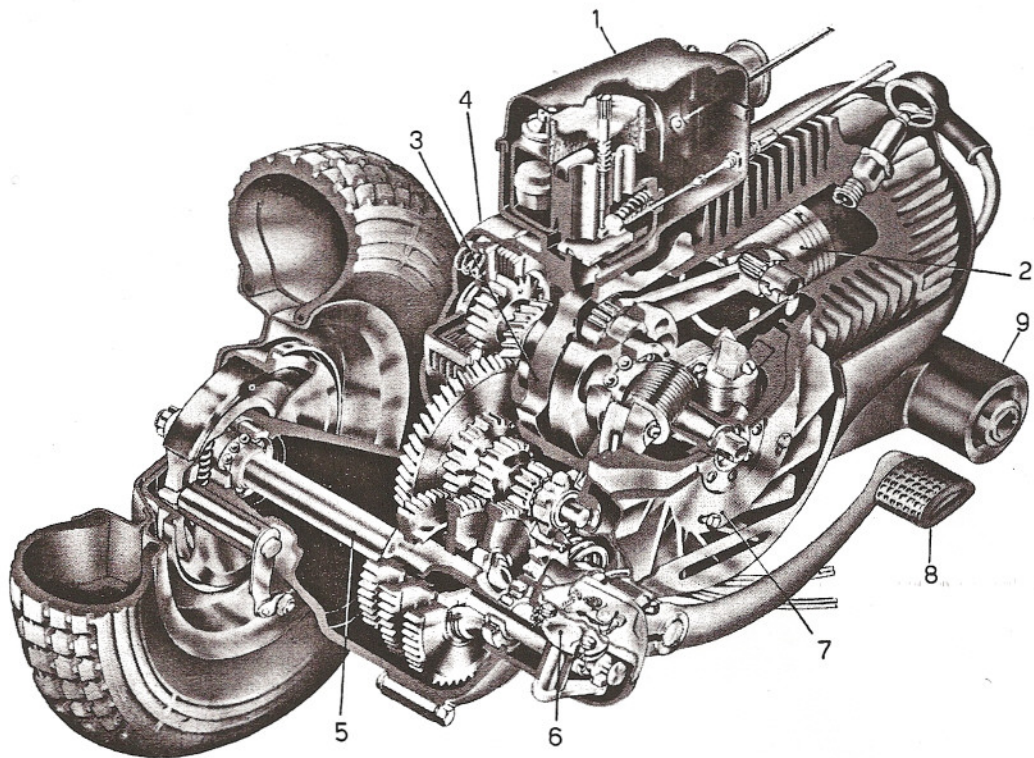

Fig. 3/A - Sezione del motore
**Alimentazione** (ved. fig. 3, pag. 7): a gravità con miscela benzina-olio. Serbatoio di capacità 7,7 lt. e dispositivo di riserva per lt. 1,4 circa.
**Carburatore** (ved. fig. 3, pag. 7): Dell'Orto, tipo SI 20/17, incorporato nella camera del depuratore aria-silenziatore. Il carburatore ha la particolarità di avere un «cassetto» parzializzatore dell'aria carburata e getti a monte di quest'ultimo.
**Registrazione minimo:** è eseguibile senza alcun attrezzo o con cacciavite, avvitando o svitando la vite zigrinata (con intaglio) uscente dal coperchio in lamiera del depuratore ed agente sulla «saracinesca» (cassetto) della valvola del gas (n. 5 in fig. 3, pag. 7, "B").
- Sulla parete opposta al suddetto registro, il depuratore ha un foro con tappo; smontato quest'ultimo si può accedere alla vite con molla che parzializza il condotto del minimo (ved. n. 13, fig. 3, pag. 7, "B"). Avvitando o svitando questa vite si determina un minore o maggiore afflusso di aria carburata dal minimo, influenzando quindi sul funzionamento del motore ai bassi regimi. Non è però consigliabile modificare la posizione di detta vite eccetto in casi di smontaggi e rimontaggi o di necessità.